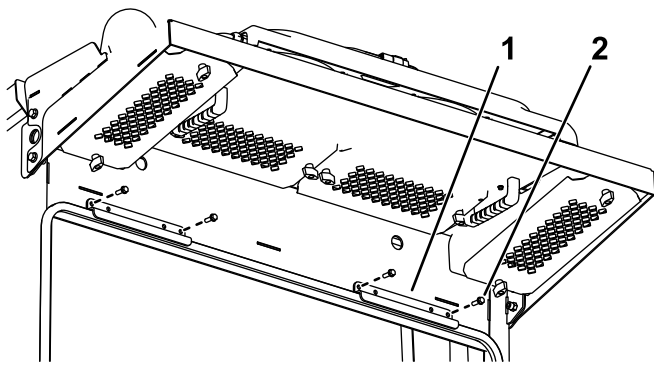

Bild 8
5. Entfernen Sie die Befestigungshalterungen von der Oberseite der hinteren Windschutzscheibe (**Bild 8**).